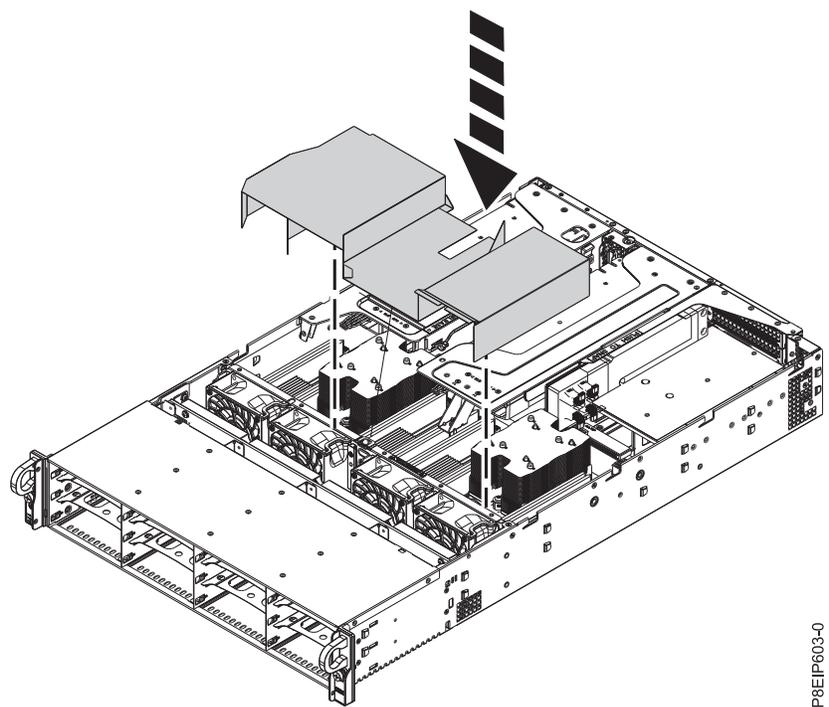

Figura 86. Instalando a placa defletora de ar do processador
7. Instale a placa defletora de ar do processador. Insira a borda da placa defletora no suporte do ventilador conforme mostrado na Figura 86. Em seguida, pressione cuidadosamente a placa defletora para baixo no lugar.